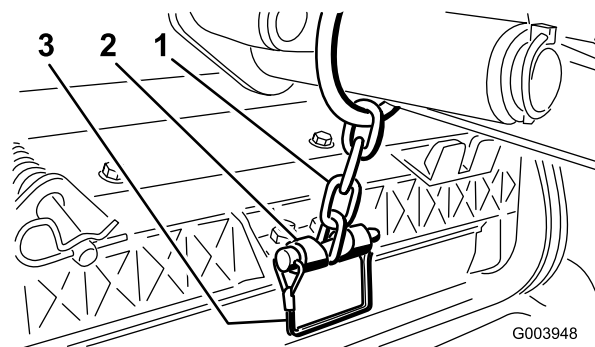

**Figure 11**
- A. Retirez la goupille à anneau et la rondelle qui fixent l'axe de pivot du bras de relevage au bras de relevage, et sortez l'axe de pivot du bras (Figure 11).
C. Insérez l'axe du bras de relevage dans le bras de relevage et fixez-le à l'aide de la rondelle et de la goupille à anneau (Figure 11).